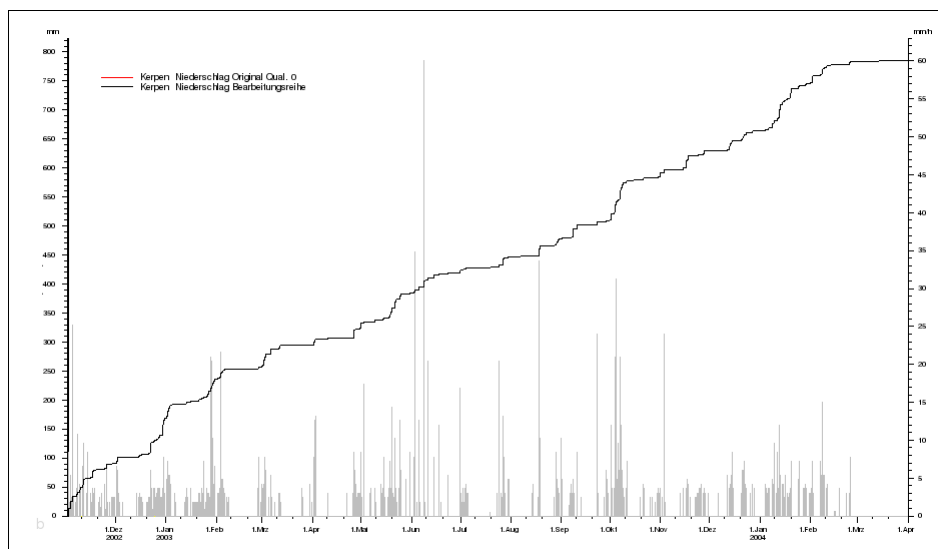

Abbildung 13.18: Intensitäten mit Summenlinie für Niederschlag
**Intensitäten darstellen:** Bei Niederschlag können die Intensitäten hellgrau in das Achsenkreuz eingezeichnet werden. Ein Beispiel ist in Abbildung 13.18 zu sehen.
hende Summenlinie sehen Sie in Abbildung 13.18.